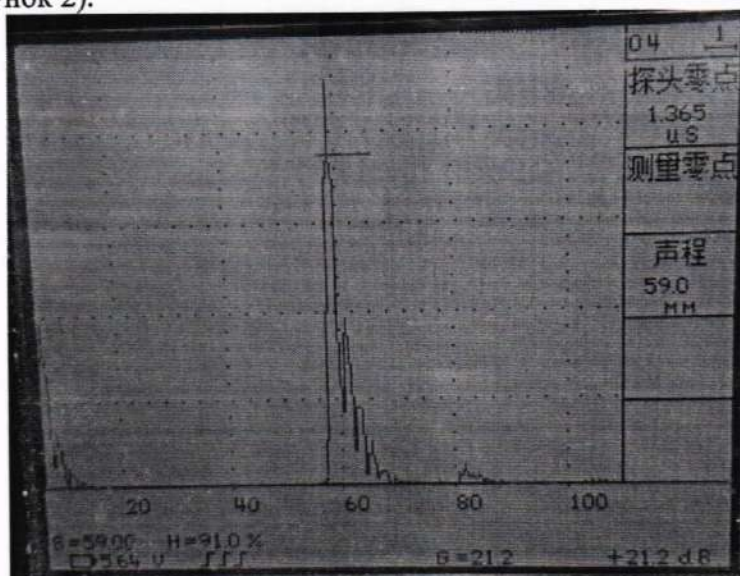

Рисунок 2
10.1.1.6 Повторить п. 10.1.1.5 пока при измерении скорости звука и задержки по полученные не перестанут изменяться, при этом в строчке S указывается значение толщины по пути звука (рисунок 2).